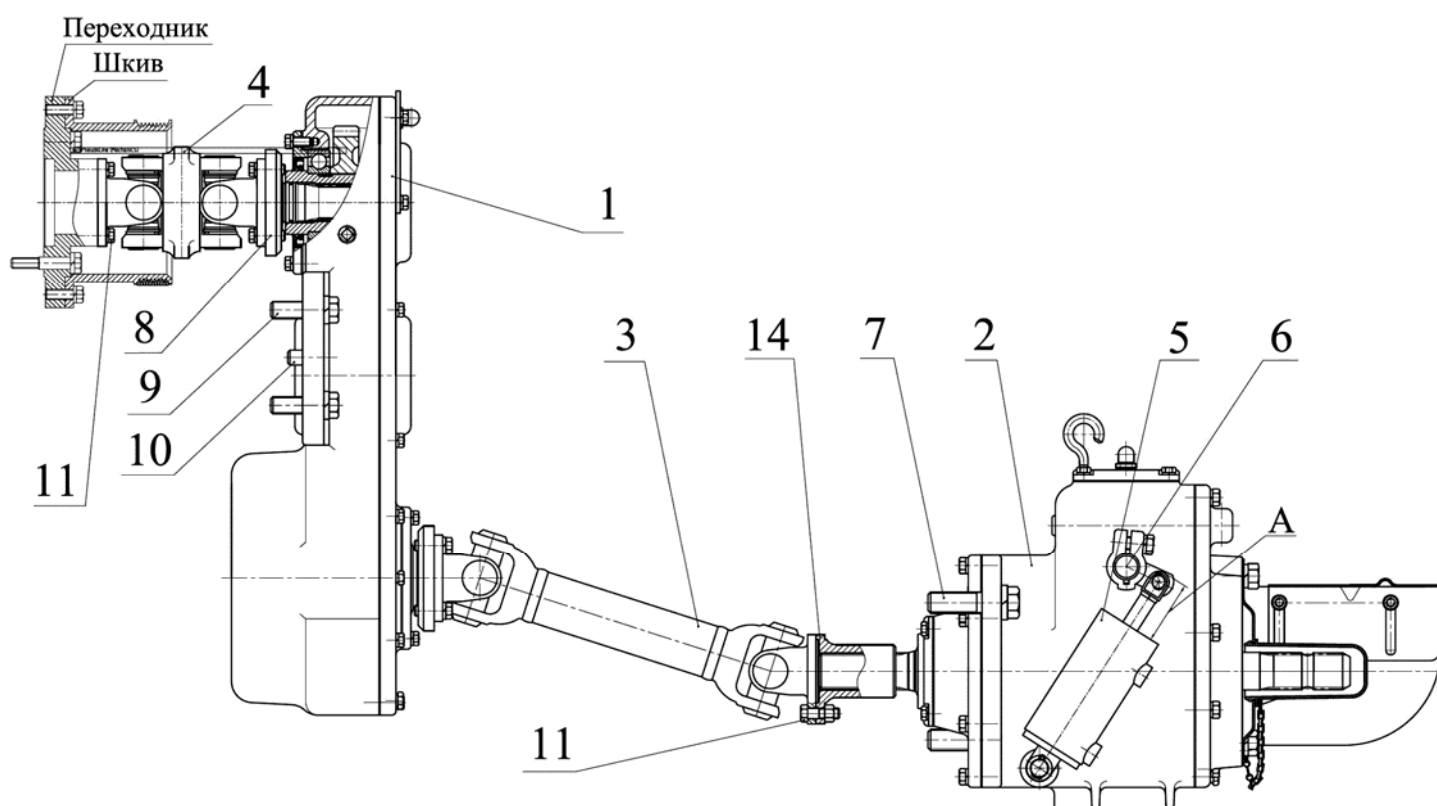
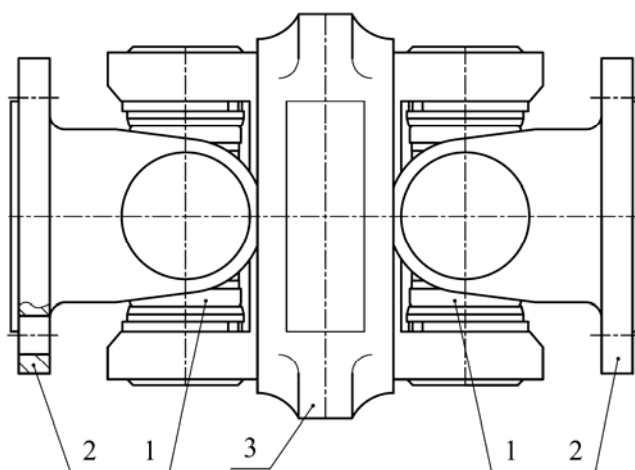

Рис.4.84 Привод ПВОМ от двигателя DETROIT DIESEL.
Рис.4.86 Сдвоенный шарнир двигателя DETROIT DIESEL.
5.1) для трактора с двигателем DETROIT DIESEL, (рисунок 4.84), открутите четыре карданных болта (11) (M10x1), соединяющие сдвоенный шарнир (4) с переходником, а также четыре карданных болта (M10x1), соединяющих сдвоенный шарнир (4) с подвижным шлицевым валом (8);
1) для трактора с двигателем DETROIT DIESEL, (рисунок 4.86), предназначен для компенсации несоосности коленчатого вала дизеля и входного вала редуктора привода ВОМ и представляет собой неразъемное соединение, состоящее из двух крестовин (1), двух фланцев (2) и сдвоенной вилки (3).
- 3.1) для трактора с двигателем DETROIT DIESEL, (рисунок 4.86), с подвижным шлицевым валом (8), (рисунок 4.84), редуктора (1), при помощи карданных болтов (11);